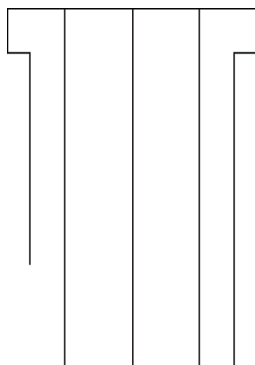

图 3-5 打开模型文件
STEP 01 单击快速访问工具栏中的“打开”按钮, 打开模型文件, 如图 3-5 所示。